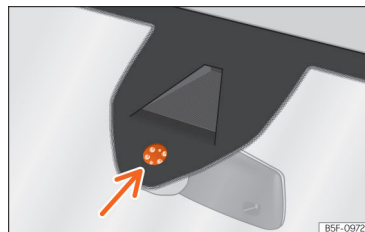

Abb. 79 Sensitive Fläche des Regensensors.
Mögliche Ursachen für Störungen und Fehlerinterpretationen *im Bereich der sensitiven Fläche* »» [Abb. 79] des Regensensors sind u.a.:
- **Schmutz:** Trockener Staub, Wachs, Scheibenbeschichtungen (Lotuseffekt) oder Waschlammrückstände (Waschstraße) können den Regensensor tendenziell unempfindlicher machen oder später, langsamer oder gar nicht mehr reagieren lassen. Die Sensorfläche des Regensensors »» [Abb. 79] (Pfeil) regelmäßig reinigen und die Scheibenwischerblätter auf Beschädigungen prüfen.